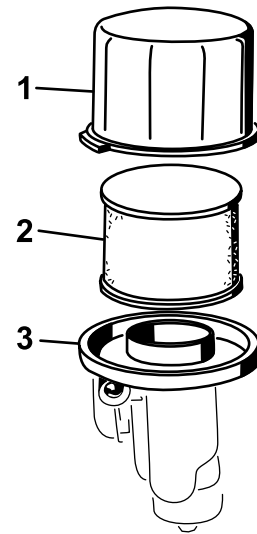

Figura 22
3. Retire la tapa y límpiela a fondo (Figura 22).
4. Retire el pre-filtro de espuma del filtro de papel (Figura 22) y sustituya el filtro de papel si está excesivamente sucio.